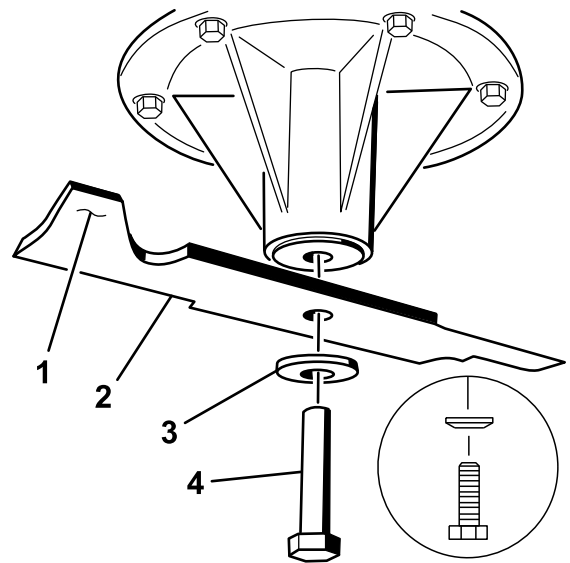

Bild 73
2. Setzen Sie das Messer auf die Spindelwelle (Bild 73).
3. Montieren Sie die Wellenscheibe und die Messerschraube (Bild 73).
Hinweis: Der Konus der Wellenscheibe muss bei der Installation in Richtung Schraubenkopf zeigen (Bild 73).